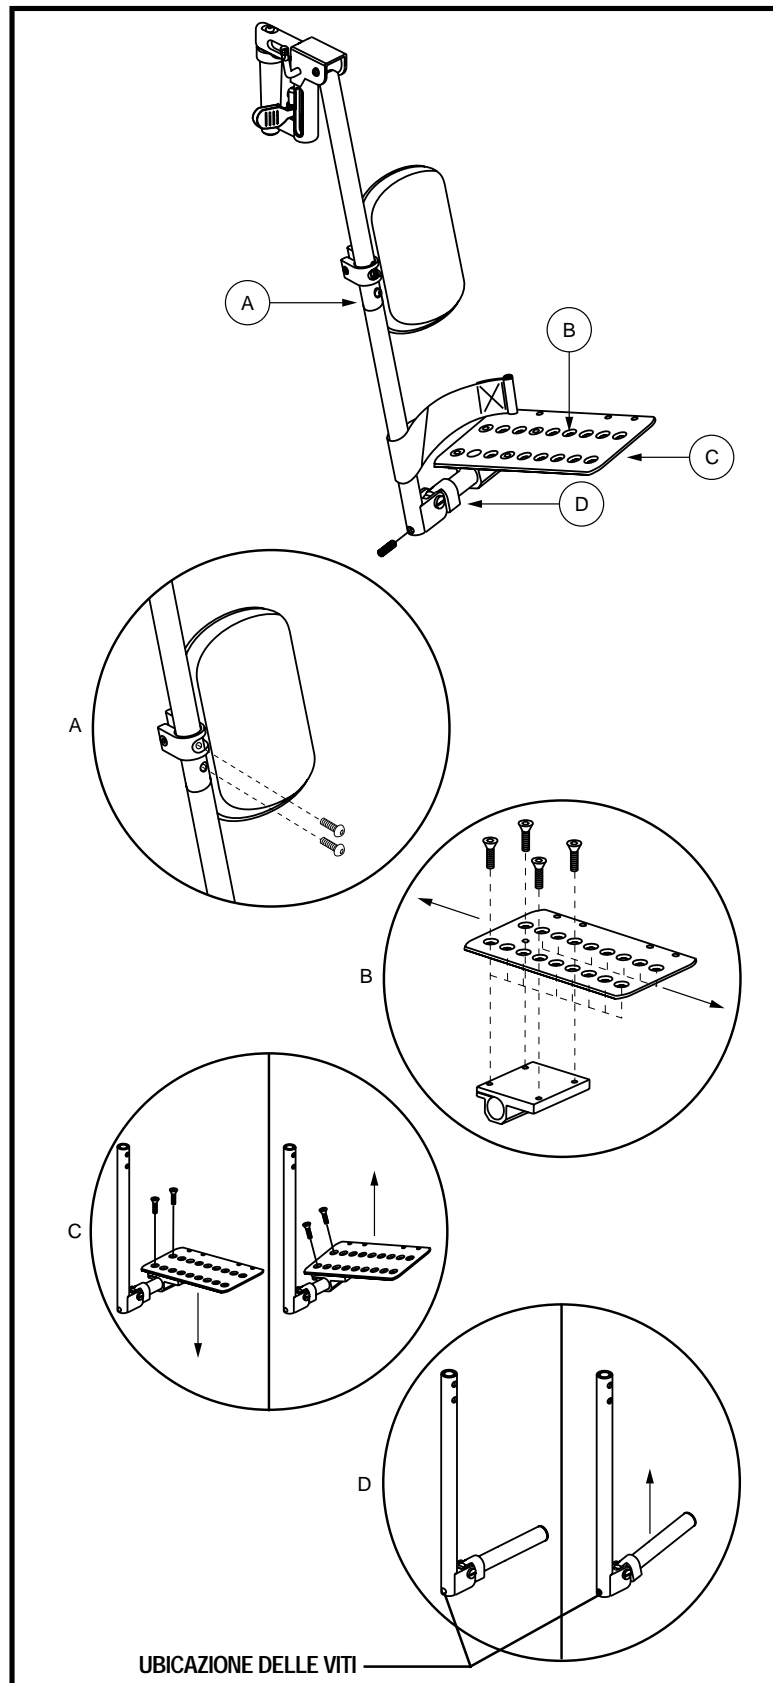

Figura 22. Pedane in flessione (ELR in figura)
L'assemblaggio pedane in flessione può essere montato su una pedana separata apribile o elevabile. Ha quattro diverse regolazioni: lunghezza pedana (A), posizione (B), inclinazione (C), e angolazione (D). Vedere figura 22.